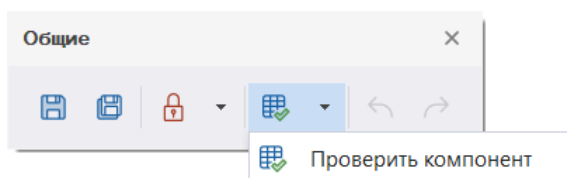

Рис. 14 Запуск проверки компонента
8. Выполните проверку компонента, см. Рис. 14.